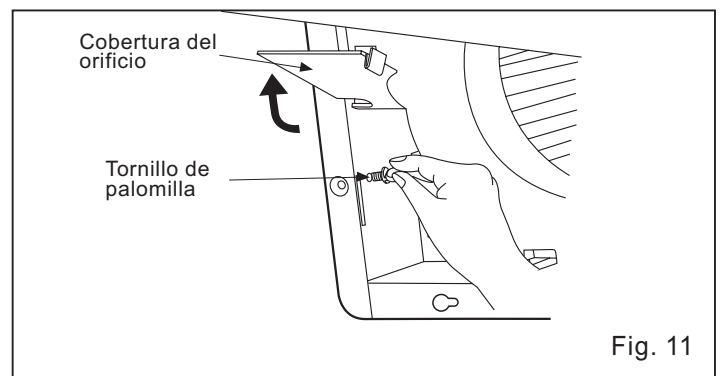

Fig. 11
6. Abra la tapa orificio, fije el ventilador al adaptador usando tornillo mariposa (Fig. 11)
5. Fije el adaptador y el cuerpo del ventilador usando Tornillo de palomilla. (Fig. 11)